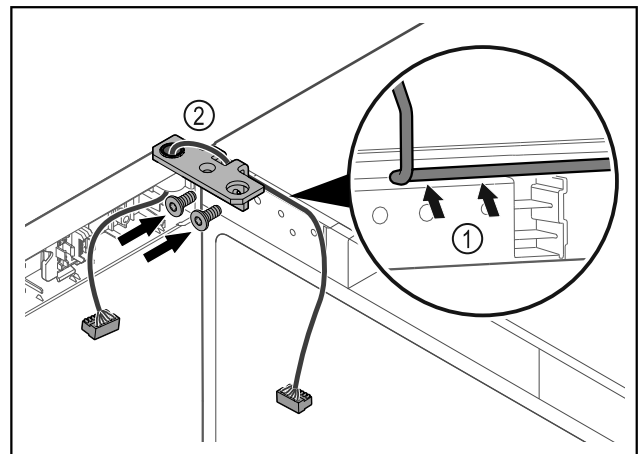

Fig. 57
- ▶ Vezesse át a kábelt a csuklópánton lévő nyíláson, majd óvatosan fektesse le Fig. 57 (1).
- ▶ Csavarozza fel a csuklópántot Fig. 57 (2).